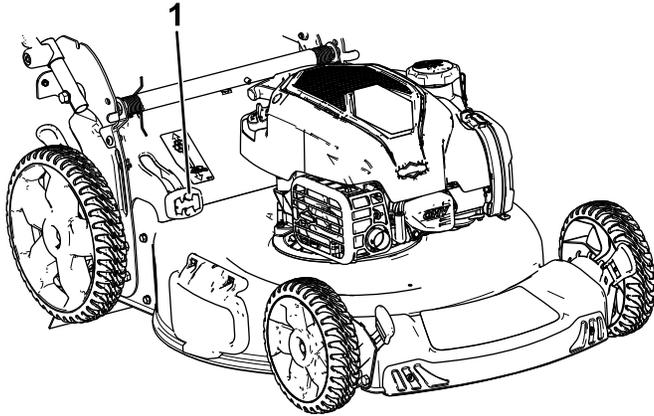

Figure 18
- **Pour ramasser les déchets d'herbe et de feuilles,** appuyez sur le bouton du levier de ramassage sur demande et déplacez le levier en avant jusqu'à ce que le bouton ressorte (Figure 18).